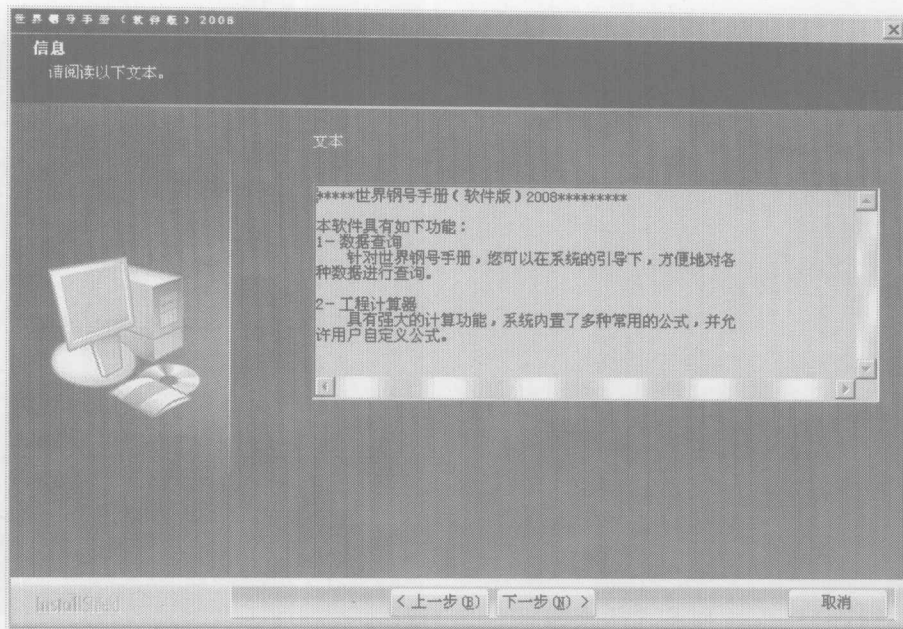

图 1-3 软件信息界面
(4) 显示如图 1-3 所示的软件信息界面，界面中概要介绍了《世界钢号手册（软件版）2008》的主要功能，单击“下一步”按钮。